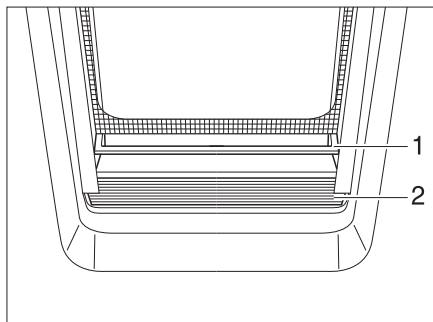

Fig. 52 Tendina oscurante pieghevole
- Afferrare la tendina oscurante pieghevole (Fig. 52,2) al centro della maniglia (Fig. 52,1), tirarla dal basso verso l'alto e rilasciarla all'altezza desiderata. La tendina oscurante pieghevole rimane a questa altezza.